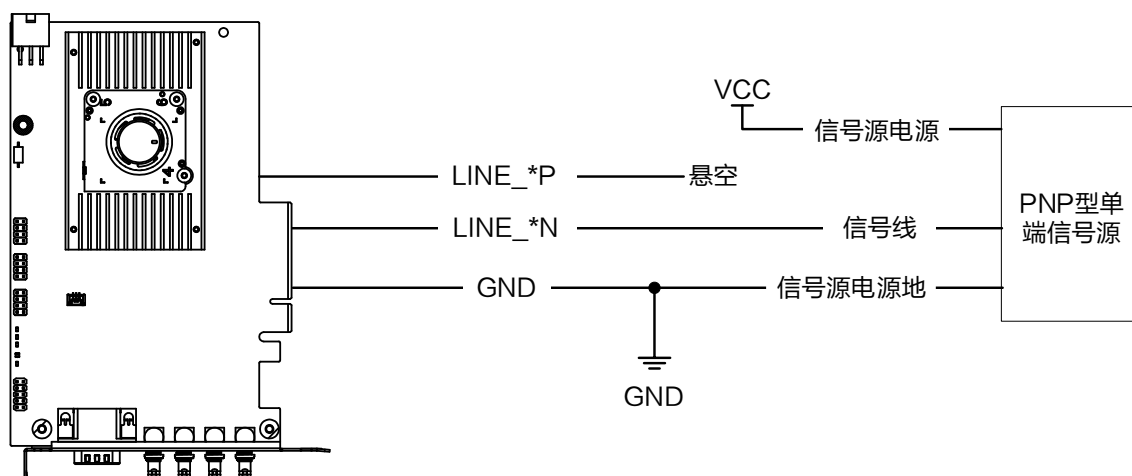
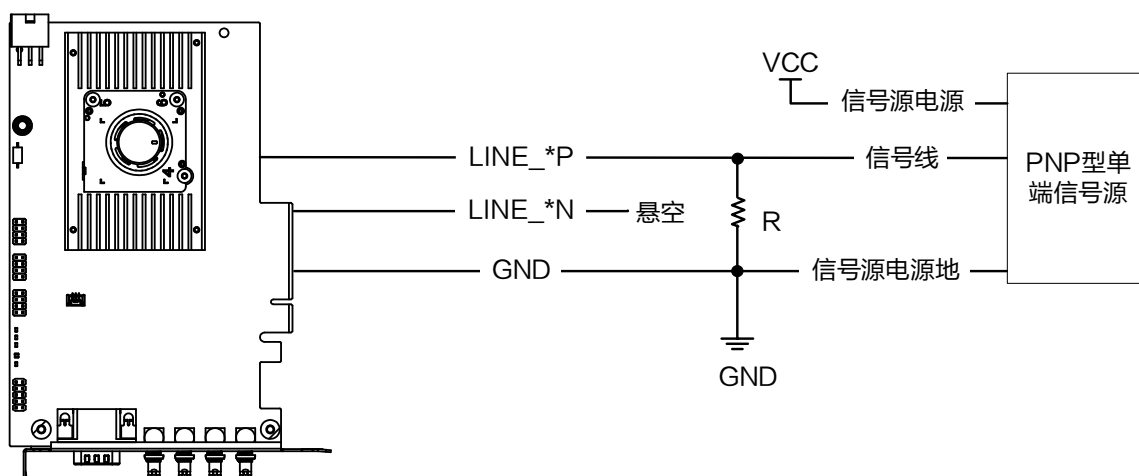

图5-4 PNP 单端输入接线（无需下拉电阻）
图5-5 PNP 单端输入接线（需下拉电阻）
- PNP 型单端信号源提供信号源时，有两种不同的接法，如 图5-4 和 图5-5 所示，其中 图5-5 接线图中下拉电阻阻值范围为 1 ~ 4.7 K Ω 。